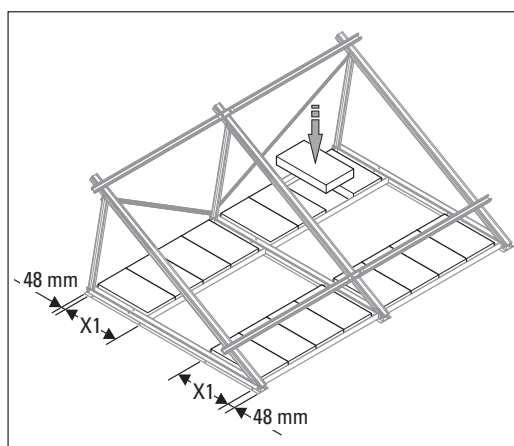
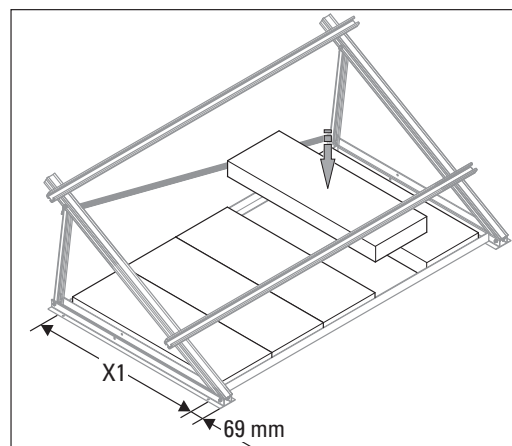

Figura 3-14 Insertar las losas de hormigón (V26A)
Figura 3-15 Insertar las losas de hormigón (H26A)
16. Para la protección del panel colector contra la succión del viento, insertar los pesos para carga preparados (para bastidor V26P: 500 mm de longitud y para el H26P, 1000 mm de longitud) en el bastidor de tejado plano (figura 3-14 o figura 3-15). Tenga en cuenta los pesos requeridos en la tab. 5-2 y en la tab. 5-3 en el capítulo 5.
3. Para la protección del panel colector contra la succión del viento, insertar los pesos para carga preparados (para bastidor V26P: 500 mm de longitud y para el H26P, 1000 mm de longitud) en el bastidor de tejado plano (figura 3-14 o figura 3-15). Tenga en cuenta los pesos requeridos en la tab. 5-2 y en la tab. 5-3 en el capítulo 5.